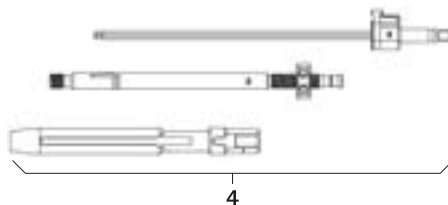

Fig. 10
- Monter le levier de réduction 4, voir Fig. 10.